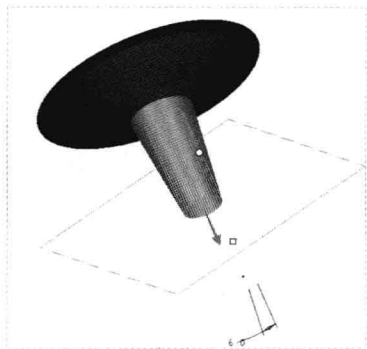

图 10-66 调整方向
Step 05 单击绘图区的箭头，调整方向，如图 10-66 所示。